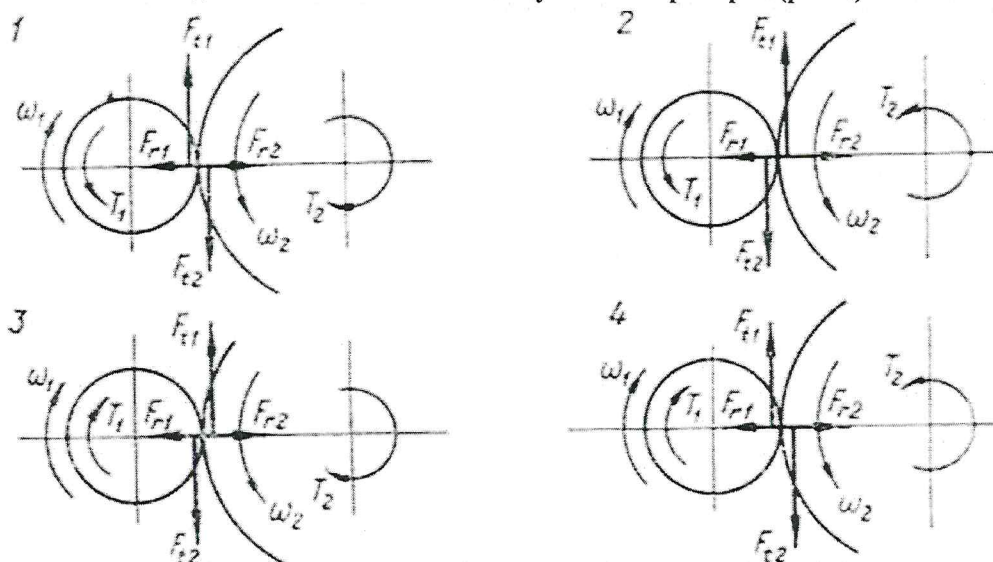

Рис. 7
89. Какая схема действия сил и моментов в зубчатой паре верна (рис. 7)?